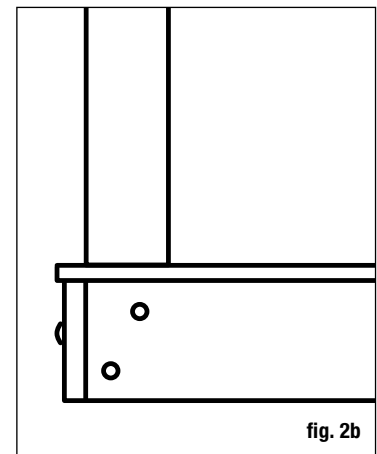

fig. 2b
Paso 3: Posicione, alinee verticalmente con un nivel, y sujete con abrazaderas el poste de barandal a la cara interior de la viga. Vuelva a alinear verticalmente. El poste de barandal de 10.2 x 10.2 cm (4x4 pulg.) debe sujetarse con pernos al interior de las vigas usando dos pernos de carrocería galvanizados de 1.27 x 15.24 cm (1/2 x 6 pulg.). Los postes en esquinas requieren un tercer perno de carrocería insertado a través de la viga adyacente (fig. 2b).